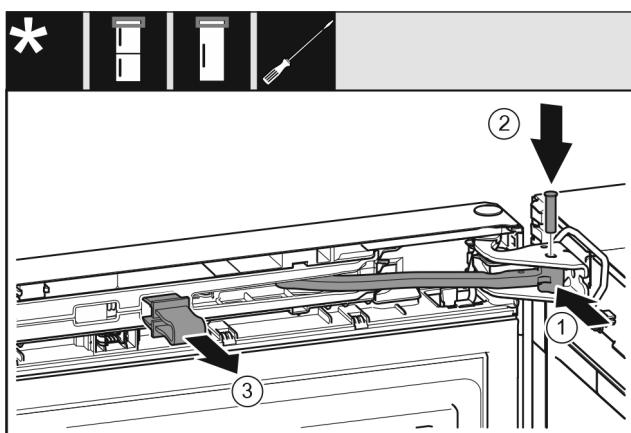

Fig. 48
- Gelenk in Lagerbock drehen. Fig. 48 (1)
- Bolzen in Lagerbock und Gelenk einsetzen. Dabei darauf achten, dass der Rastnicken korrekt in der Nut sitzt. Fig. 48 (2)
- Sicherung abnehmen. Fig. 48 (3)